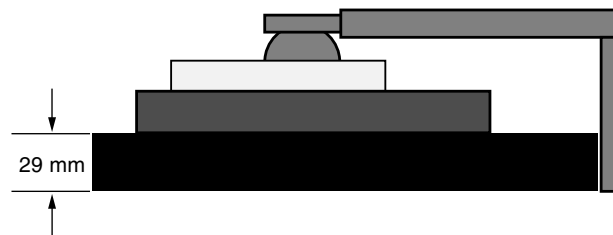

Figura S.1
3. Sistemare il monitor a faccia in giù su una superficie non abrasiva. (Sistemare lo schermo su una piattaforma di 29 mm in modo che il supporto risulti parallelo alla superficie) (**Figura S.1**).